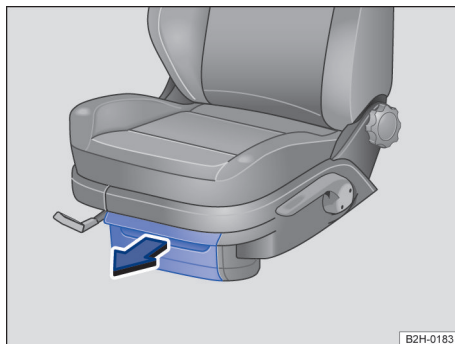

Fig. 120 Porta-objetos sob os bancos dianteiros: porta-objetos com tampa.
- Levantar a tampa para frente → **Fig. 120**.
- Pressionar a tampa para trás contra o sentido da seta → Fig. 120.